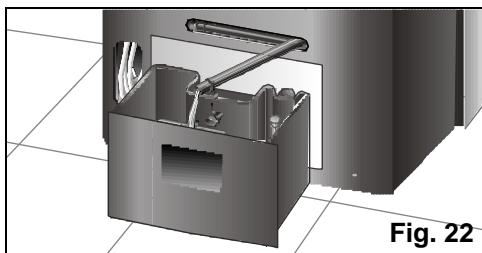

Fig. 22
- ❑ Avant, retirez l'eau de condensation se trouvant dans le réservoir interne en sortant le tube d'évacuation d'eau de son logement et en retirant le bouchon, **Fig. 22**, pour évacuer l'eau générée. Pour cela, vous devrez placer un récipient (ou le réservoir extractible de l'appareil) à la sortie du tube d'évacuation d'eau pour récupérer l'eau condensée, ou orientez le tube vers un tout-